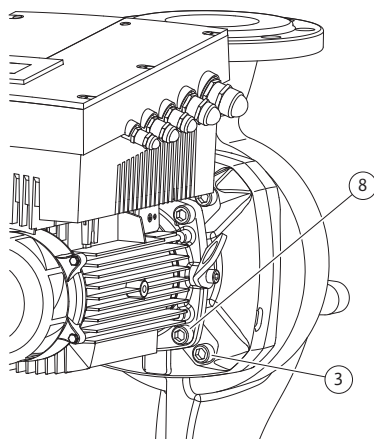

Fig. 52: Pasirenkamasis įstatomojo modulio pritvirtinimas
11. Atsukti ir išimti varžtus (Fig. 7, poz. 3). Priklausomai nuo siurblio tipo reikia rinktis išorinius varžtus (Fig. 52, poz. 3). Įstatomasis modulis (žr. Fig. 13) išsukus varžtus tvirtai laikosi siurblio korpusė, todėl net ir esant horizontaliam variklio velenui jis nenuvirs.
16. Priklausomai nuo siurblio tipo atsukti varžtus (Fig. 7, poz. 10) arba varžtus, parodytus Fig. 52, poz. 8.
22. Atsargiai užstumti karkasą ant veleno ir nustatyti į senąją ar kitą norimą kampinę padėtį variklio flanšo atžvilgiu. Laikytis leistinų dalių montavimo padėčių (žr. skyrių 7.1 „Leistinos montavimo padėties ir komponentų išdėstymo tvarkos pakeitimas prieš instaliavimą“ 19 p.). Karkasą varžtais (Fig. 7, poz. 10) **arba** – siurblių tipams / karkasų tipams pagal (Fig. 52) varžtais (Fig. 52, poz. 8) – pritvirtinti prie variklio flanšo.